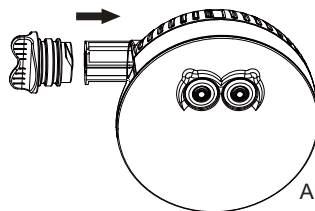

Abbildung 3
3. Setzen Sie das Batteriegehäuse (2) wieder richtig in das LED-Lampengehäuse ein (siehe Abbildung 3).
3. Insérez un côté de la pince en C dans les boucles à l'arrière de l'appui-tête. Assurez-vous que le côté le plus large de l'appui-tête est orienté vers le haut (voir fig. 3 & 4).